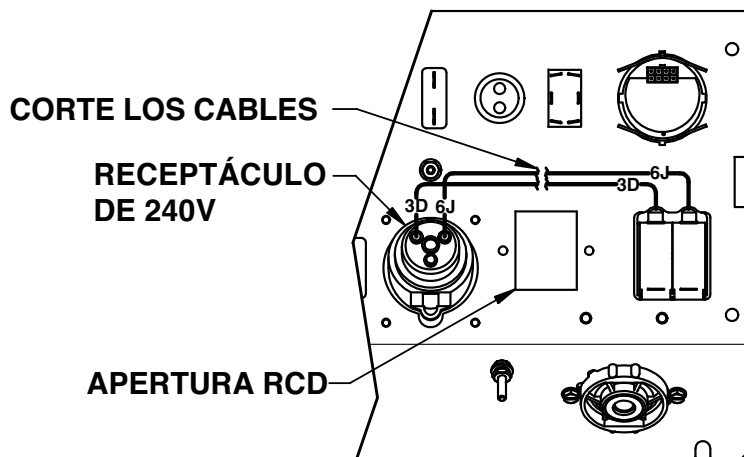

FIGURA 2
4. LOCALICE LOS CABLES 3D Y 6J. (VEA LA FIGURA 2). CORTE AMBOS CABLES COMO SE MUESTRA.